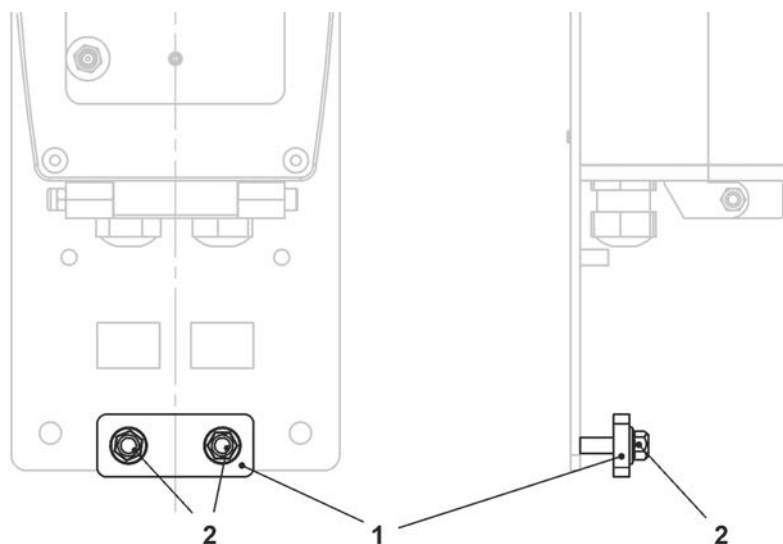

Abb. 24-4 Zugentlastung für Sensorkabel (für Ex Geräte)
6. Bei Ex-Geräten die Sensorkabel unter der Platte (Abb. 24-4 Pos. 1) der Zugentlastung hindurchschieben. Ggf. müssen die beiden Muttern (Abb. 24-4 Pos. 2) erst etwas gelöst werden.
10. Sensorkabel (ohne Zugbelastung nach unten) einklemmen durch das Festziehen der Muttern der Zugentlastung (Abb. 24-4).